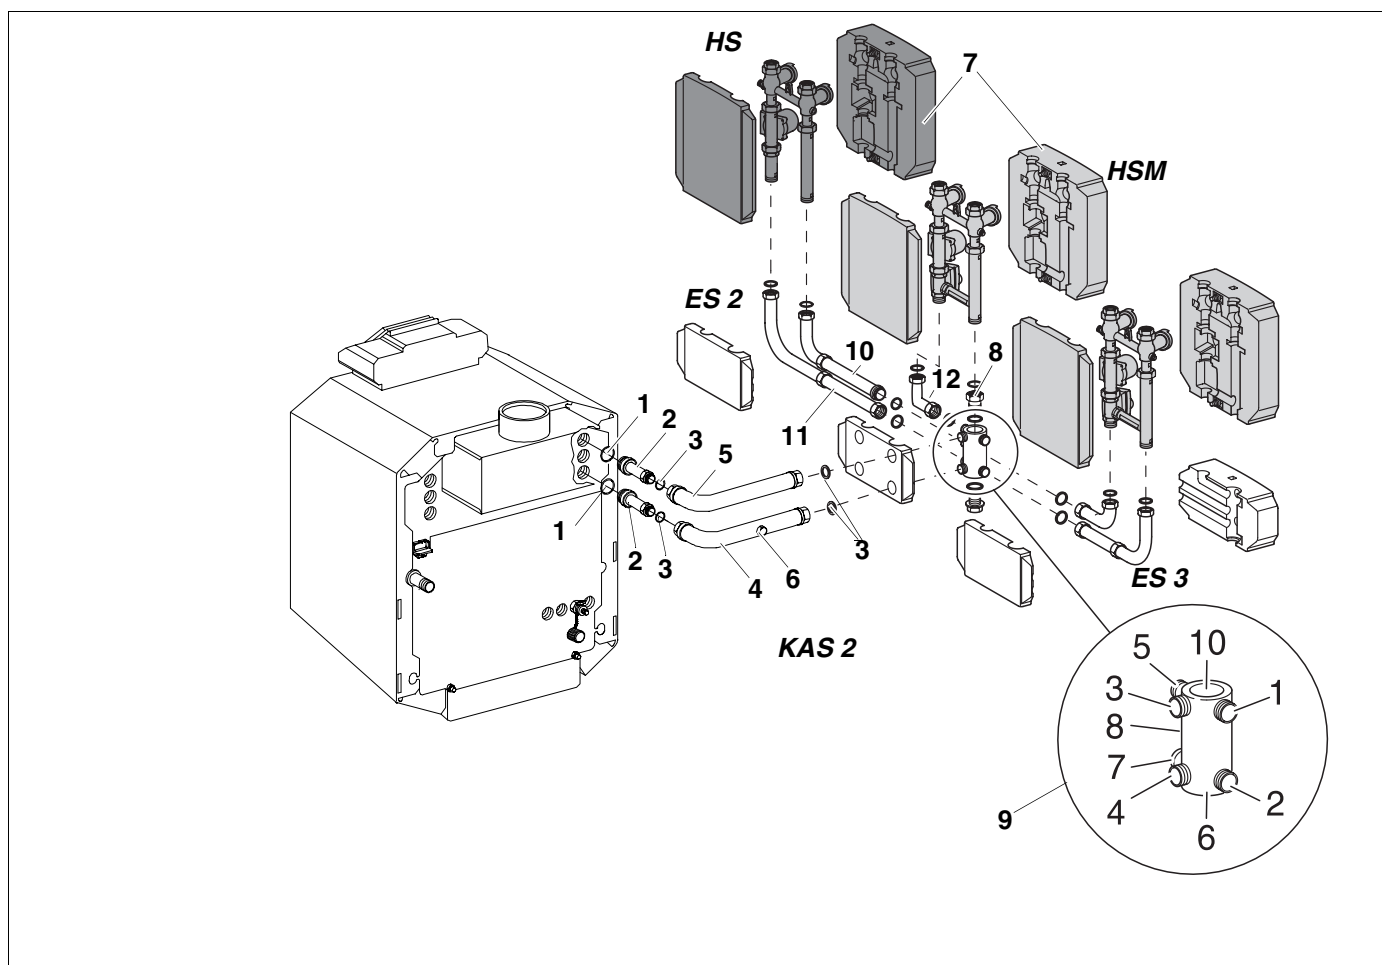

Fig. 10 Montaggio parallelo laterale a sinistra
- Nel tubo di ritorno (4) inserire una guarnizione (3) nel dado di raccordo. Avvitare il tubo di ritorno (4) al tronchetto filettato senza stringere.
- Inserire le guarnizioni (3) nei filetti dei segmenti orizzontali dei tubi (mandata e ritorno)
- Avvitare il tubo di mandata (5) all'uscita n. 3 del collettore di distribuzione (9).
- Avvitare il tubo di ritorno (4) all'uscita n. 4 del collettore di distribuzione.
- Avvitare l'adattatore (8) dall'alto all'uscita n. 10 del collettore di distribuzione.
- Inserire la guarnizione (3) nel raccordo filettato ad angolo (12) ed avvitarlo con il lato lungo all'uscita n. 5 del collettore di distribuzione.
- Inserire le guarnizioni (3) nell'adattatore (8) e nel raccordo filettato ad angolo (12).
- Avvitare il set circuito di riscaldamento con o senza miscelatore (HSM o HS) come indicato in fig. 10.
Legenda per fig. 10
- Avvitare il doppio nipplo (10) con l'O-Ring all'uscita n. 8 del collettore di distribuzione (9).
- Montare la curva con la guarnizione (3) (lato lungo).
- Inserire la guarnizione (3) nel filetto del raccordo intermedio (11) e avvitare il raccordo all'uscita n. 7 del collettore di distribuzione.
- Montare la curva con la guarnizione (3) (lato corto) (fig. 10).
- Inserire le guarnizioni (3) nei filetti delle due curve.
- Avvitare il set circuito di riscaldamento con o senza miscelatore (HSM o HS) secondo quanto indicato in fig. 10.
- Inserire la guarnizione (3) nel raccordo filettato ad angolo e avvitarlo all'uscita n. 1 del collettore di distribuzione (9).
- Inserire la guarnizione (3) nel raccordo intermedio (tubo di ritorno) e avvitare il raccordo all'uscita n. 2 del collettore di distribuzione.
- Montare la curva con la guarnizione (3) (lato corto).
- Inserire le guarnizioni (3) nei filetti della mandata e del ritorno.